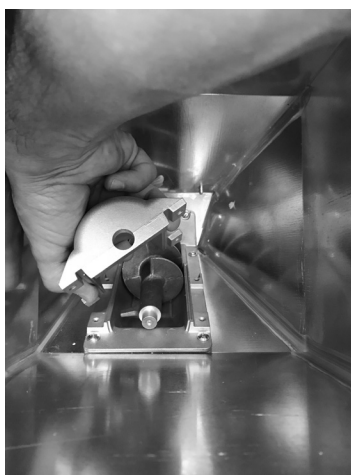

Fig. 37 - Fjern skærmen
- Fjern skærmen (se **Fig. 37**).